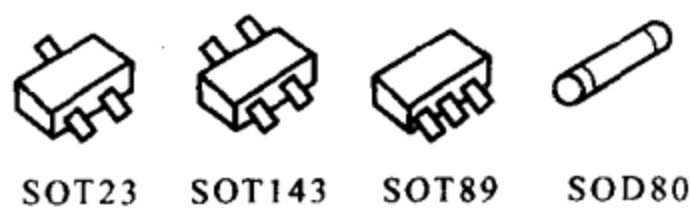

图 1-30 贴片晶体管示意图
(2) 贴片晶体管：贴片晶体管靠伸出封装外表的出脚与印制板焊接固定。鸥翼型出脚分布在塑料体的两侧或一侧，称为 SOT 封装。按出脚位置分类，如图 1-30 所示，其 SOD80 主要用于二极管中的圆柱形封装。表 1-4 为贴片晶体管的常用封装外形尺寸及应用举例。